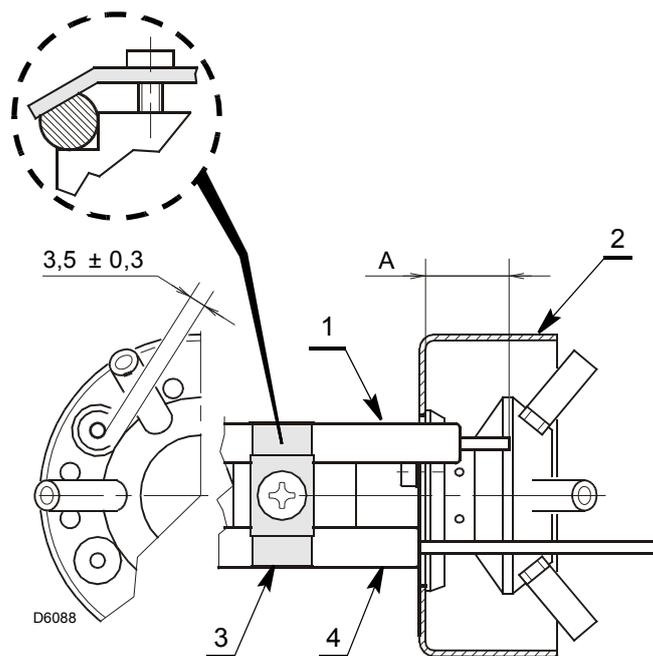

Fig. 14
- Certifique-se de que a placa 3)(Fig. 14) esteja sempre inserida no chanfro do eletrodo 1).